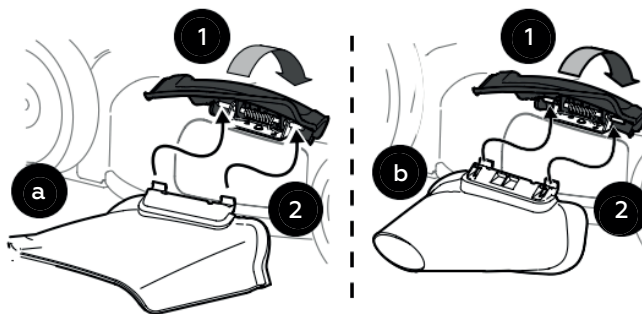

Рис. 14
1. Поднимите заглушку для мульчирования (рис. 14).